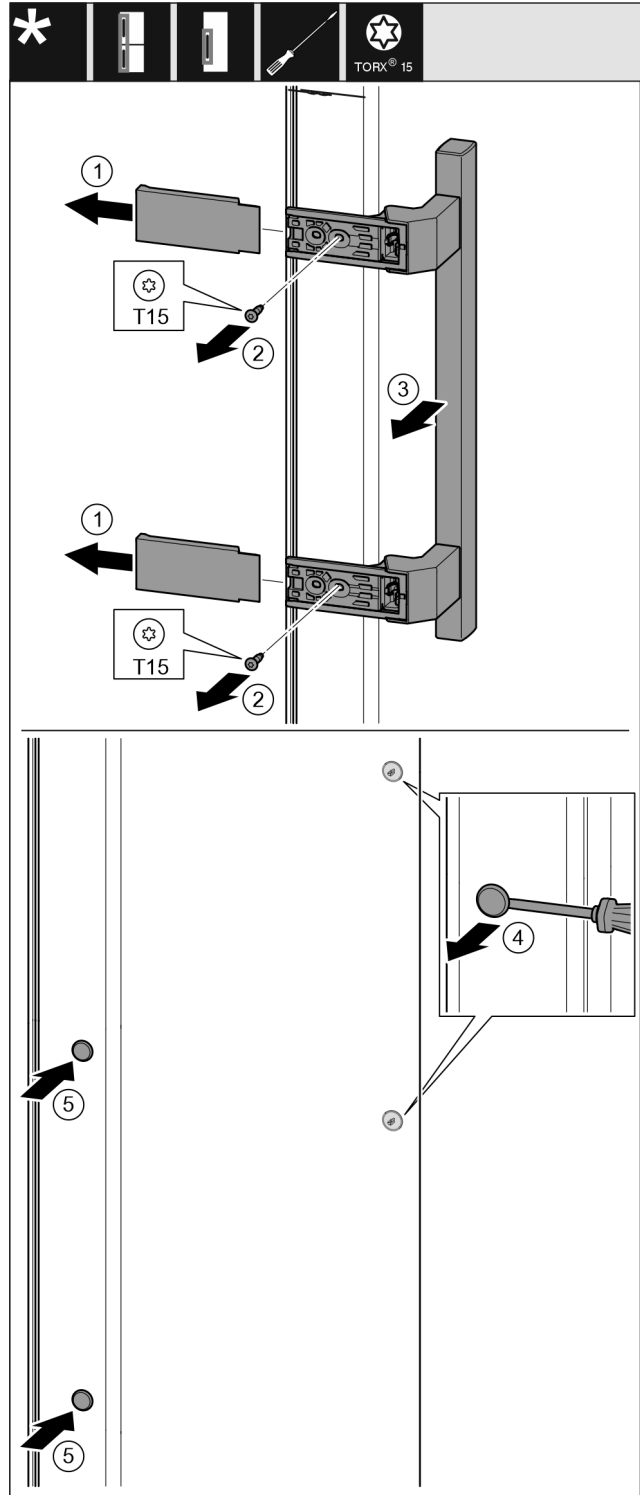

Fig. 19
- ▶ Afdekking eraf trekken. Fig. 19 (1)
- ▶ Schroeven met schroevendraaier T15 eruit draaien. Fig. 19 (2)
- ▶ Greep eraf halen. Fig. 19 (3)
- ▶ Zijdelingse stop voorzichtig met een sleufschroevendraaier optillen en eruit trekken. Fig. 19 (4)
- ▶ Stop op de andere kant weer aanbrengen. Fig. 19 (5)